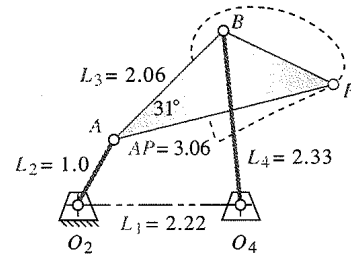

FIGURA P7-10 Problema 7-40
- **†7-40 La figura P7-10 muestra un mecanismo y su curva de acoplador. Escriba un programa de computadora o use un solucionador de ecuaciones para calcular y graficar la magnitud y dirección de la aceleración del punto del acoplador P con incrementos de 2° del ángulo de la manivela y $\omega_2 = 100$ rpm. Verifique su resultado con el programa LINKAGES.